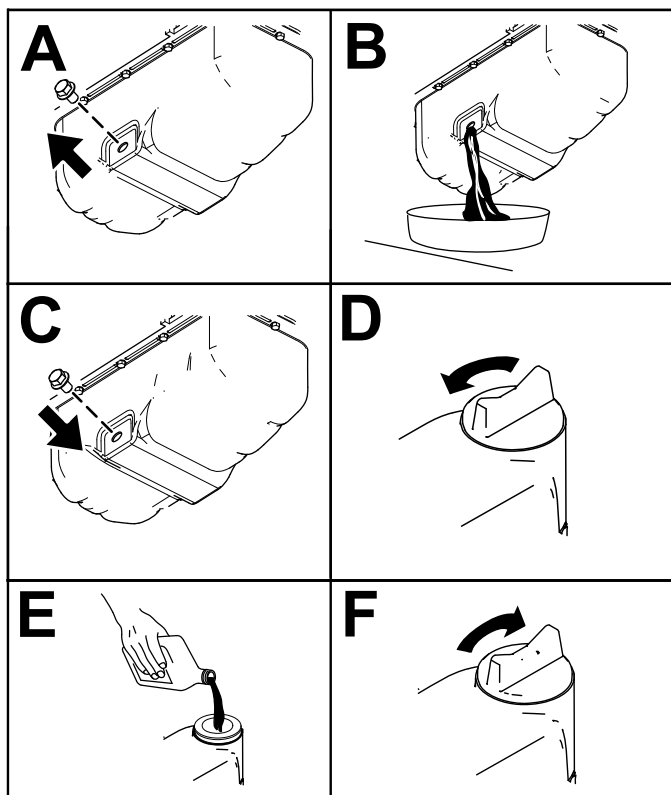

Figure 49
3. Vidangez l'huile moteur, comme montré à la Figure 49.